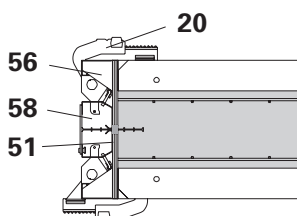

Fig. 39b
- Tilpasning **51**, udført af entreprenør Fig. 39b